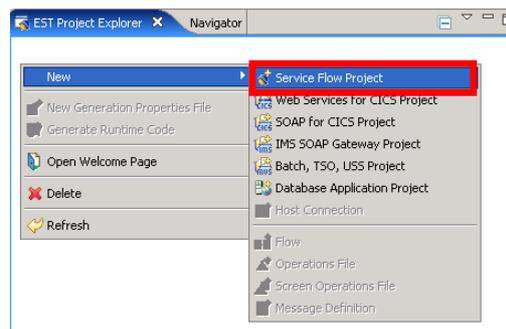

Abbildung 19
- Ist die Perspektive geöffnet, so kann nun mit den folgenden Schritten ein neues Service Flow Project erstellt werden. Mit einem Rechtsklick in einen freien Bereich des „EST Project Explorer“ Fensters **New** → **Service Flow Project** auswählen (Abbildung 19). Der „New Service Flow Project“ Wizard öffnet sich.